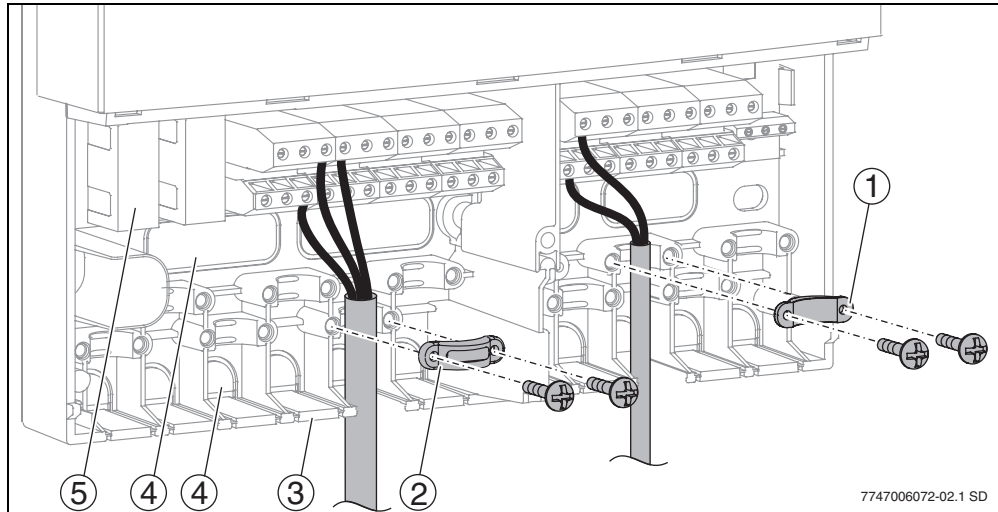

Рис. 12 Прокладка и крепление проводов
Провода можно ввести в корпус сзади (→ рис. 12, поз. 4) или снизу (→ рис. 12, поз. 3).
- ▶ Вырезайте кабельные вводы ножом так, чтобы не образовывалось острых кромок (→ рис. 12).
- ▶ Закрепите провод фиксатором (→ рис. 12, поз. 2). Фиксаторы можно устанавливать перевернутыми (→ рис. 12, поз. 1).